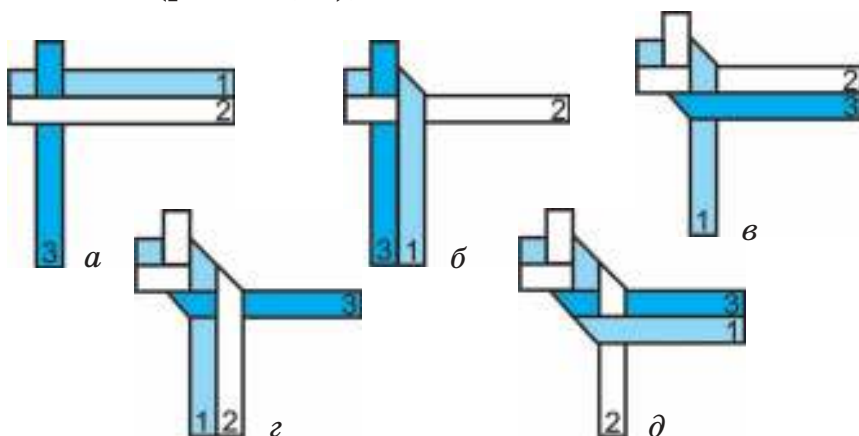

Рис. 86. Схема последовательности плетения «косички» из трёх соломок
Последовательность выполнения плетёнки «косичка» из трёх соломок состоит из следующих этапов (рис. 86):
- берут три соломки, связав их концы в пучок, и укладывают, как показано на рисунке (рис. 86, *а*);
- соломку 1 перегибают поверх соломки 2 и выравнивают параллельно соломке 3 (рис. 86, *б*);
- перегибают соломку 3 поверх соломки 1 к соломке 2 (рис. 86, *в*);
- соломку 2 перегибают поверх соломки 3 к соломке 1 (рис. 86, з);
- далее соломку 1 перегибают поверх соломки 2 к соломке 3 (рис. 86, д).
2. Выполните плетение «косички» (см. рис. 86).